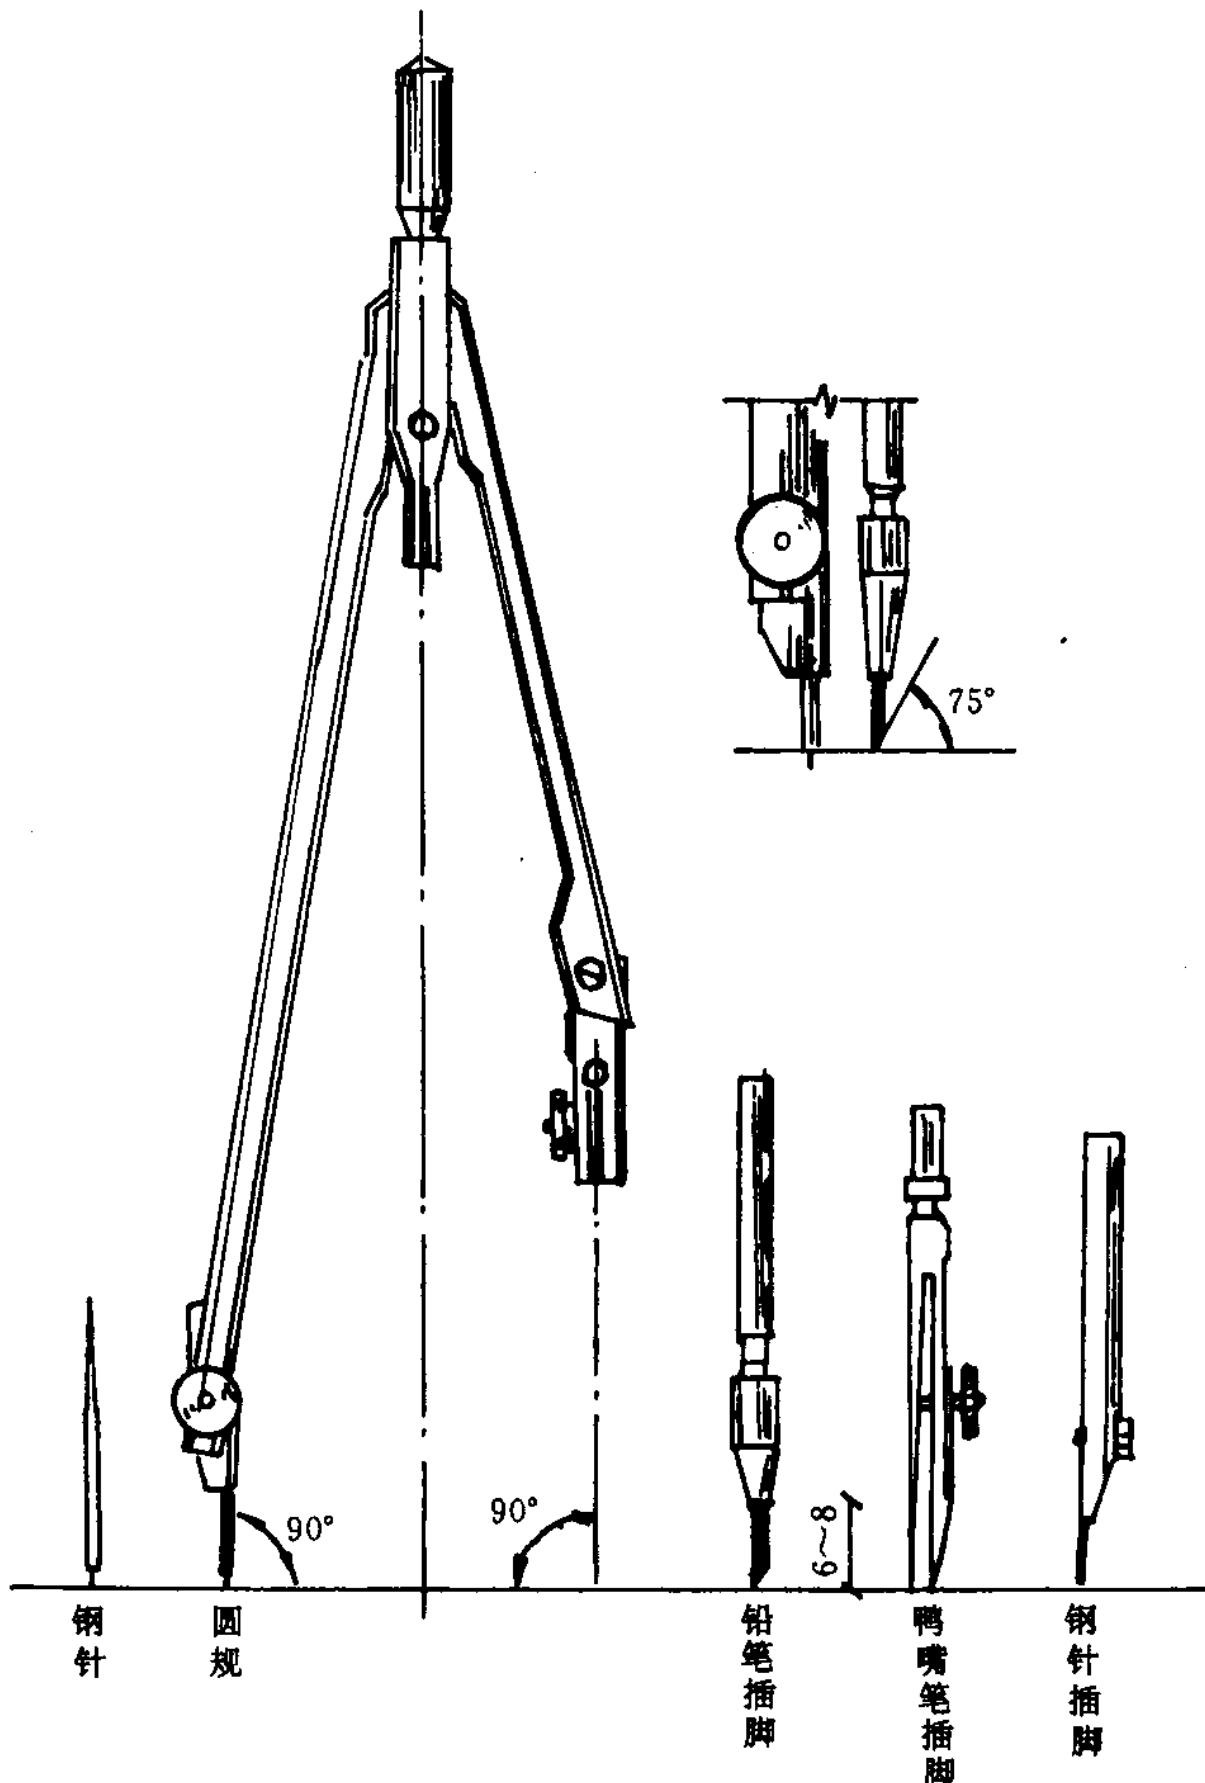

图 1-7 圆规及其插脚
1. 圆规 圆规的主要用途是画圆和圆弧。常见的是三用圆规。（图1-7）在圆规的一个脚上换上带钢针的插脚可当分规用，换上墨线笔插脚可画墨线圆。画大圆时可装上加长杆。画圆或圆弧的铅芯型号是要比画同类直线的软一号，画粗线的铅芯要磨成方头形，画其它图线的铅芯要磨成圆锥形。画圆的方法，首先把圆规针尖有台阶的一端准确放在圆心处，然后用右手大姆指与食指顺时针转动圆规手柄，圆规转动时要略向前倾，一次画完，不清晰的可逆时针转回。（图1-8a,b))画大圆时要注意使针尖和铅芯都垂直于纸面，左手按住针尖，右手转动另一脚画出（图1-8c))。